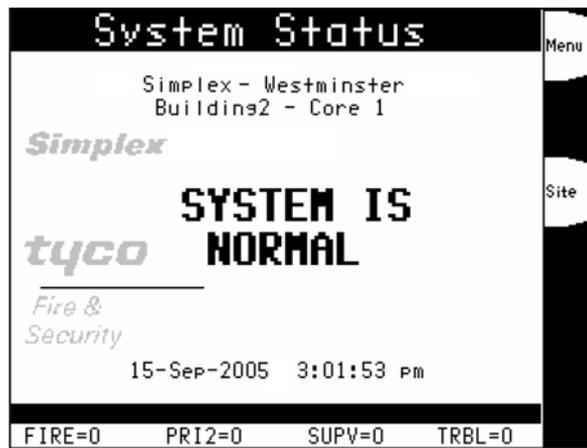
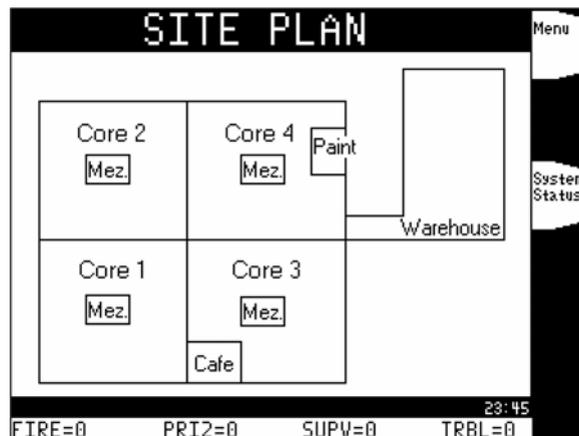

Figura 9 - Tela de operação normal em texto
Figura 10 - Tela de operação normal com mapa do local
- O LCD de linhas múltiplas mostra ou uma tela de texto indicando operação normal (vide Figura 9) ou um mapa do local (vide Figura 10).